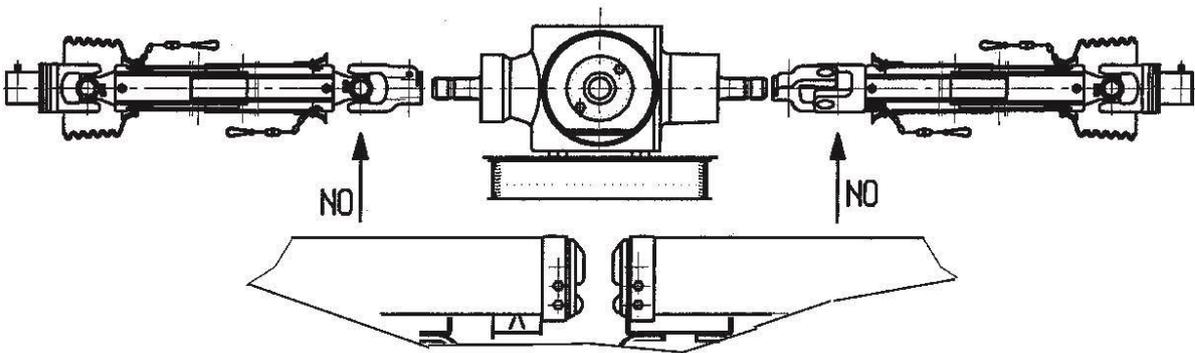

図 18
- 側部駆動系に対して清掃、取り替え、または作業を行ったときはいつでも、細心の注意を払って、中央ギアボックス側のヨーク位置（角度）を調整してください(図 18 の A)。
- 最後に、シアボルト付きのジョイントの位置を確認してください。 このジョイントは、パワーハローが不均衡にならないように、また稼働中に振動しないように、互いに正反対の位置になっていなければなりません(図 18 の B)。